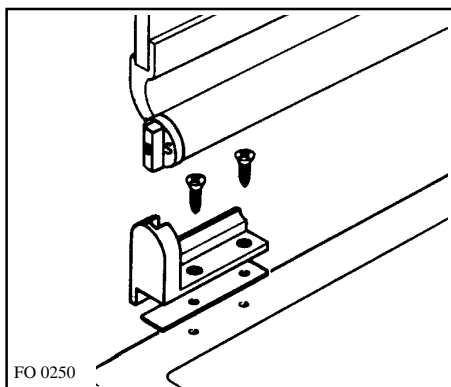

Рис. 9
- Вставьте левую часть крышки (с пометкой "S") в соответствующую выемку в детали петли крышки (рис. 9).
- Установите крышку на правую и левую опоры (рис. 9).